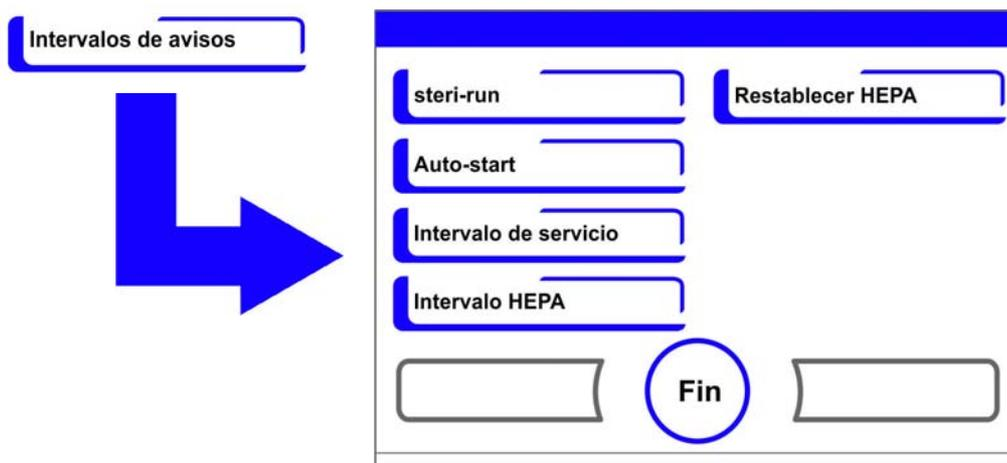

Figura 6-29. Seleccionar la función del intervalo de recordatorio
- Se muestra el cuadro de selección de Figura 6-29.
- Se muestra el cuadro de edición de Figura 6-29.